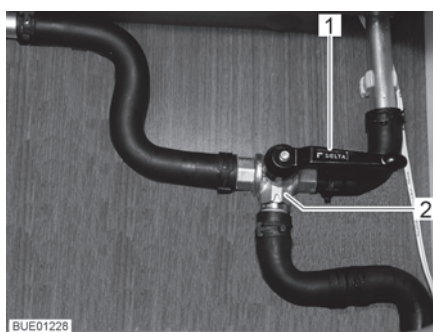

Fig. 139 Vanne à 3 voies
- Positionner le levier (Fig. 139,1) de la vanne à 3 voies (Fig. 139,2) parallèlement au sens du débit linéaire (Fig. 139).
- Positionner le levier (Fig. 139,1) de la vanne à 3 voies (Fig. 139,2) perpendiculairement au sens du débit linéaire.